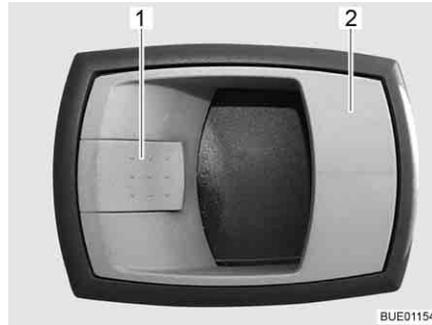

Bild 30 Türschloss Eingangstür, innen
- Öffnen:** ■ Am Griff (Bild 30,2) ziehen. Das Türschloss wird entriegelt.
- Verriegeln:** ■ Den Sicherungshebel (Bild 30,1) drücken.